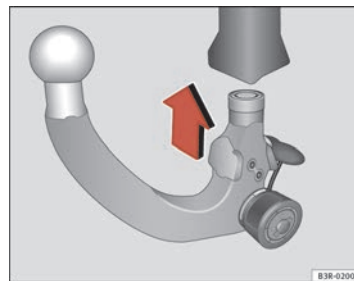

Fig. 156 Dispositivo desmontable para remolque: Colocar la rótula
- Coloque la rótula pretensada en el tubo de enclavamiento y haga presión hacia arriba en la dirección que indica la flecha ⇒ página 211, fig. 156 ⇒ . El proceso de bloqueo se realiza de un modo automático. En ese momento debe poder oírse claramente un chasquido de encastre.